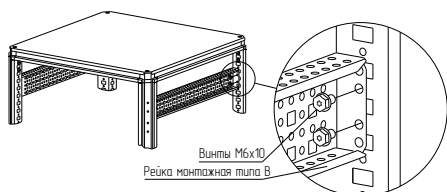

Рисунок 4
4.2.2 Установить рейку монтажную тип В между стоек каркаса на нужной высоте и закрепить винтами с самонарезающей резьбой М6×10 (рисунок 4). Момент затяжки – 7 Н·м.